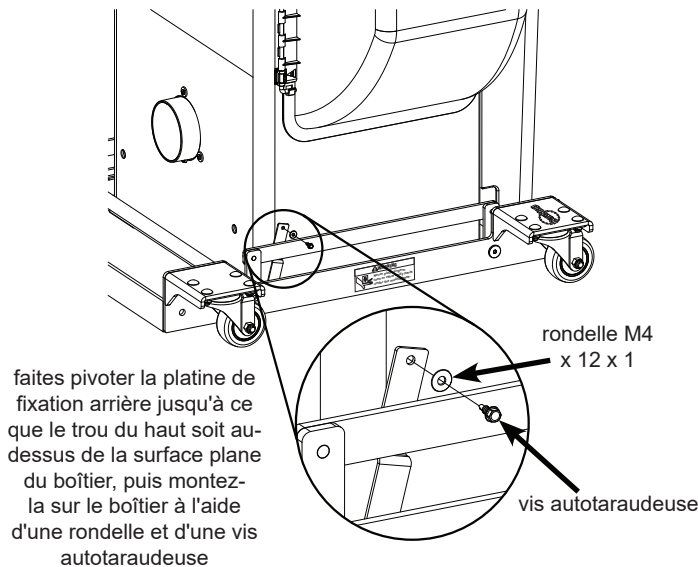

Fig. 9a
9. Localisez les deux vis autotaraudeuses et les deux rondelles M4 x 12 x 1. Certaines configurations de cabinet auront des trous pré-perçés pour les vis autotaraudeuses. Si votre cabinet de scie ne comporte pas de trous pré-perçés ou si vous avez du mal à aligner les trous, faites pivoter la platine de fixation arrière jusqu'à ce que le trou supérieur soit au-dessus de la face plane du cabinet. Placez l'une des rondelles M4 x 12 x 1 sur l'extrémité de l'une des vis autotaraudeuses et utilisez une perceuse avec un foret hexagonal de  $\frac{1}{4}$  po pour monter la platine de fixation arrière sur le cabinet, comme indiqué sur la fig. 9a. Il n'est pas nécessaire de pré-percer un trou pour les vis autotaraudeuses, mais veillez à ne pas trop serrer les vis, sinon le filetage du boîtier risque de se desserrer. Maintenant, faites pivoter la platine de fixation avant jusqu'à ce qu'il soit vertical et répétez la même procédure pour le monter sur le cabinet, comme indiqué sur la figure 9b.